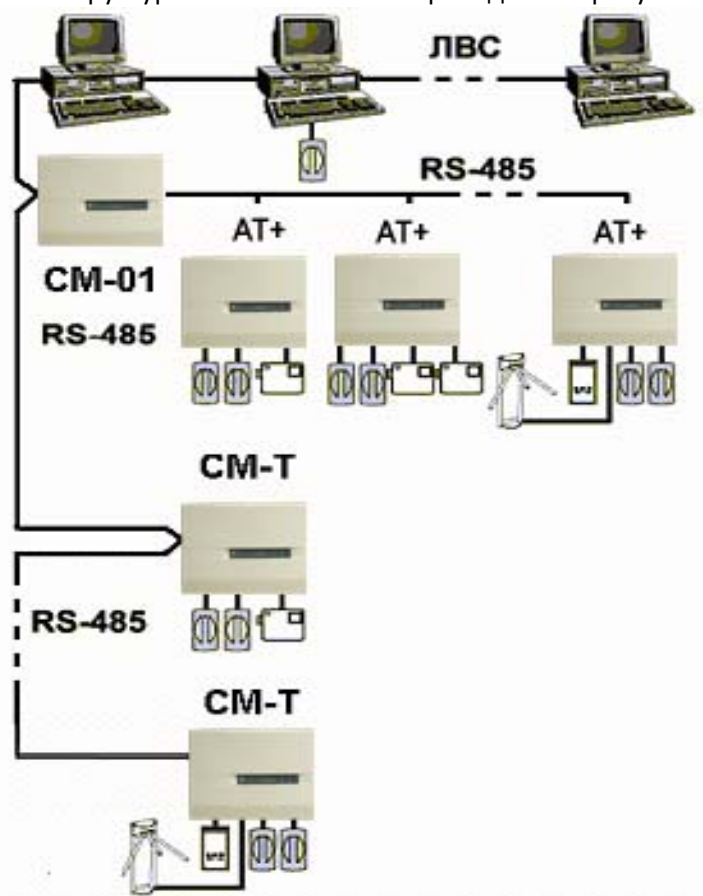

Рисунок 4.1: Объединение контроллеров СКУД "Кронверк" в единую сеть.
4.1 Контроллеры функционируют в составе СКУД "Кронверк", работающую под управлением ПО "Кронверк–Профессионал". Структурная схема системы приведена на рисунок 4.1.